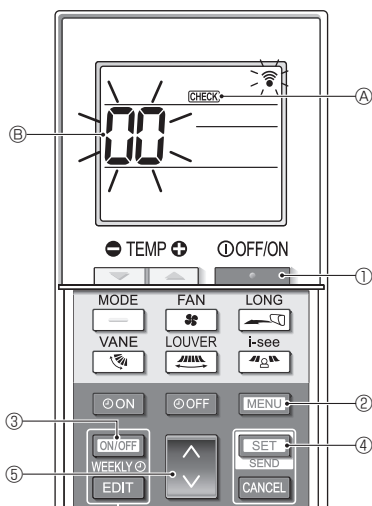

Fig. 7-6
■ Selvkontrol (Fig. 7-6)
- Tryk på [TÆND/SLUK]-knappen ① for at stoppe klimaanlægget.
- Hvis ugetimeren er aktiveret (WEEKLY er slået til), skal du trykke på [ON/OFF WEEKLY]-knappen ③ for at deaktivere den (WEEKLY er slået fra).
- Tryk på [MENU]-knappen ② i 5 sekunder.
- CHECK ④ tændes, og enheden skifter til selvkontroltilstand.
- Tryk på [↓]-knappen ⑤ for at vælge køleadressen (M-NET-adresse) ⑥ for den indendørs enhed, som du vil udføre selvkontrol for.
- Tryk på [SET]-knappen ④.
- Tryk på [TÆND/SLUK]-knappen ①.
- CHECK ④ og køleadressen (M-NET-adresse) ⑥ slukkes, og selvkontrollen er udført.